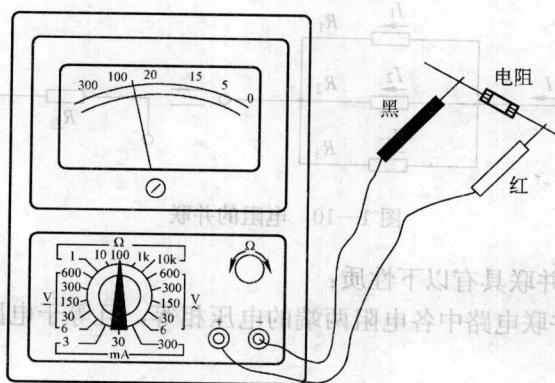

图1—11 电阻的测量
(1) 首先将红表笔插入万用表的“+”插孔，黑表笔插入“-”插孔，把转换开关拨至“ Ω ”挡。
(2) 选择合适的挡位，将红、黑表笔接触，使表针指到表盘右边的“零”刻度值附近，并调整调零旋钮，使表针指在刻度盘的“0”位。每切换一次挡位，均要调整一次调零旋钮。
(3) 将红、黑表笔分别并接在电阻的两端，选择适当挡位测量。挡位开关所指的倍数乘上表盘指针所指的数字，就得到被测量电阻的阻值（如挡位开关选择 $\times 100$ 挡，表盘指针指示的刻度为24，即 $100 \times 24 = 2400 \Omega$ ）。电阻的测量如图1—11所示。